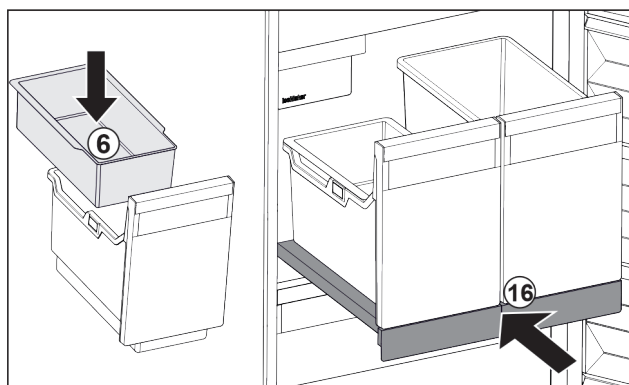

Fig. 101
- Vsaďte závěsnou misku Fig. 101 (6) pro kostky ledu.
- Zasuňte vysouvací přihrádku s nádobou (IceTower). Fig. 101 (16)